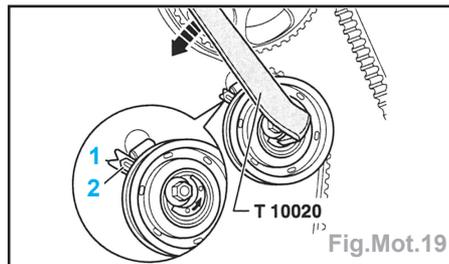

Fig.Mot.19
- Tendre la courroie de distribution. A cet effet, tourner la clé à ergots T 10020 sur l'excentrique vers la gauche (sens de la flèche) jusqu'en butée (Fig.Mot.19).